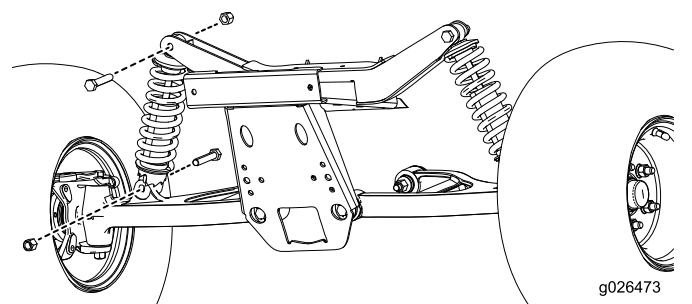

図 2
2. 図 2 のように、既存のショックアセンブリを取り外す。